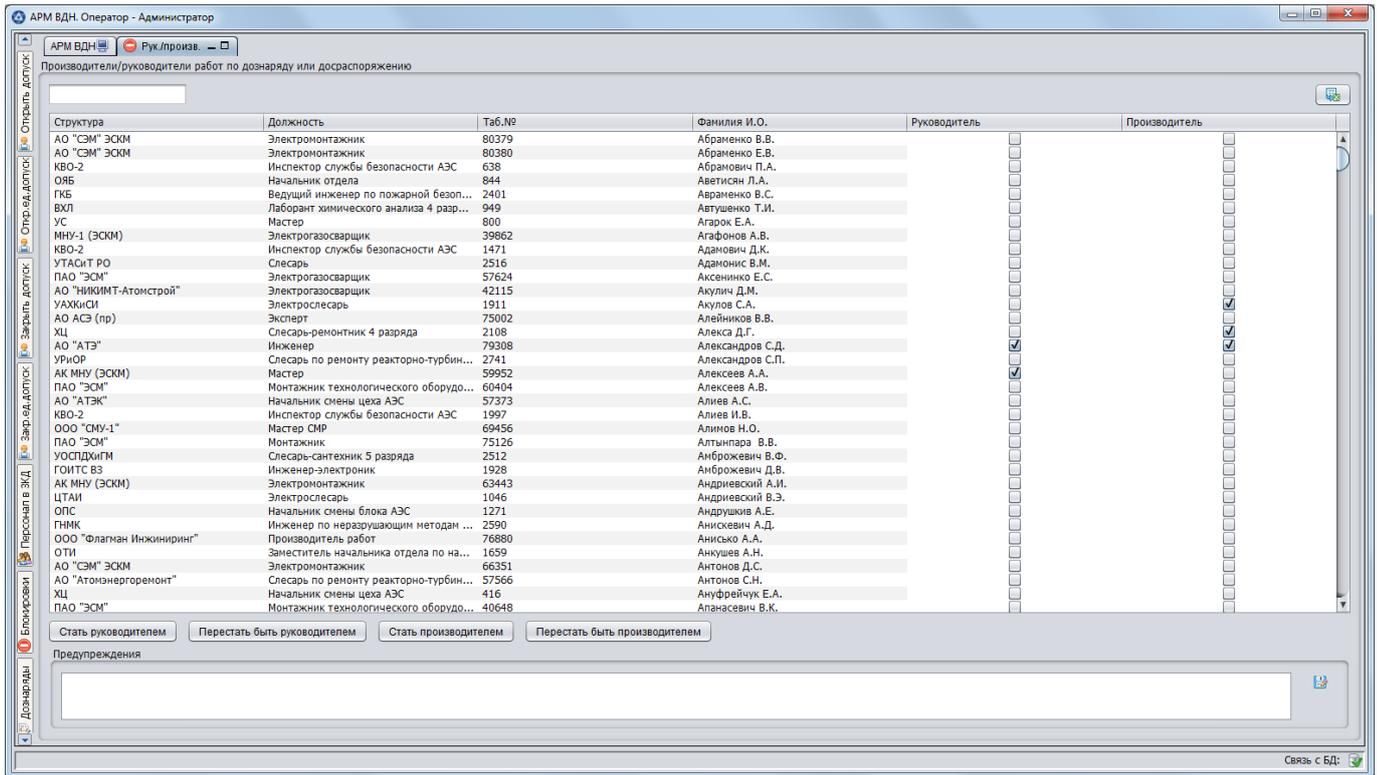

Рисунок 7
3.4.5.1. Панель «Руководители/производители работ» предназначена для назначения персоналу, состоящем на дозучете, прав руководителя/производителя работ по дознарядам. Состав панели «Руководители/производители работ» приведен на рис. 7.